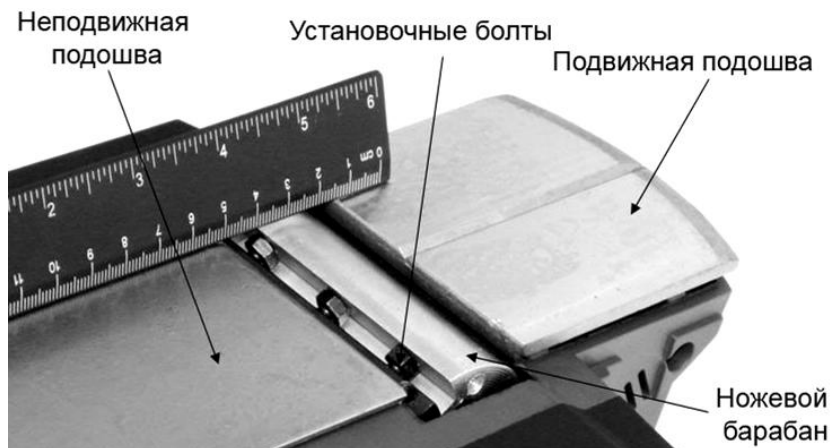

Рис. 6
- Переверните и закрепите рубанок вверх подошвой (См. Рис.6).